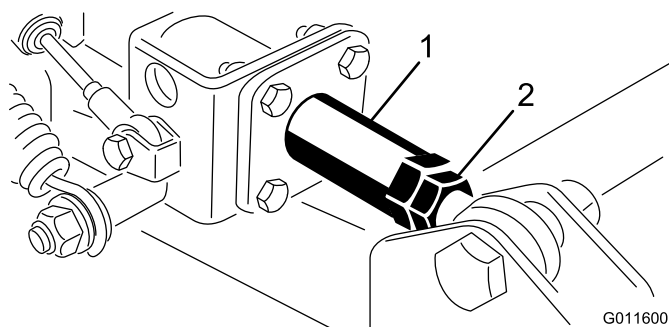

Figura 8
- D. Se si rileva un disallineamento, allentate il controdado all'estremità dell'asta del braccio paraurti dell'apparato laterale (Figura 8). Regolate l'accoppiamento in modo tale che possa ruotare liberamente all'interno del tubo paraurti. Tutte le regolazioni devono essere effettuate con l'estremità dell'asta del braccio paraurti fissata sull'apparato di taglio.